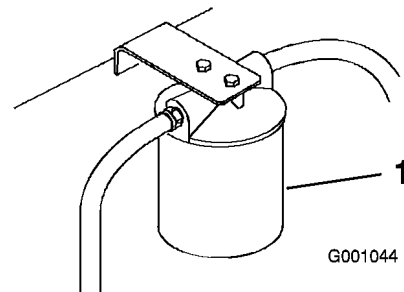

Bild 63
3. Stellen Sie eine Auffangwanne unter den Filter, bauen Sie den alten Filter aus und wischen Sie die Dichtungsfläche des Filterstutzens sauber (Bild 63).